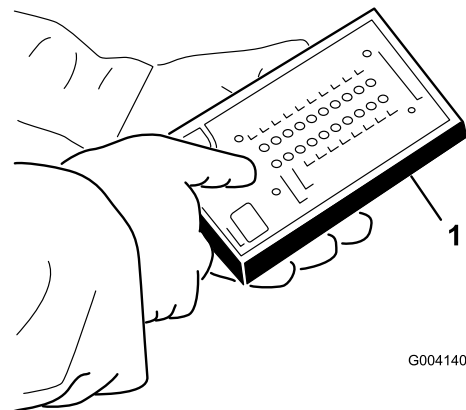

図 39
3. ハーネスのコネクタ（図 39）に ACE テスターを接続する。ACEディスプレイ表面にのせるオーバーレイの種類を間違えないでください。